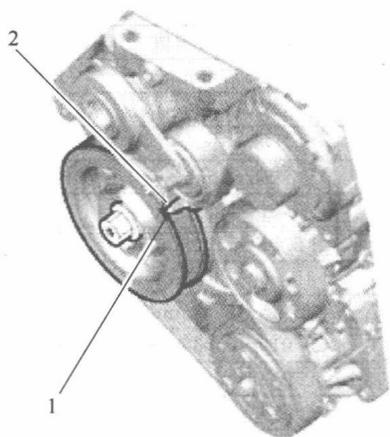

图 1-1-17
- (1) 拆卸右前轮。
- (2) 拆卸前挡泥板和发动机底盖。
- (3) 拆卸附件传动带。
- (4) 拆卸附件传动带自动张紧器。
- (5) 按如下方法检查凸轮轴正时。
① 转动曲轴，将 1 号气缸活塞与上止点 (TDC) 对齐；曲轴带轮上的白色标记 1 与指针 2 对齐，如图 1-1-17 所示。
② 凸轮轴链轮上的“UP”标记 1 应在